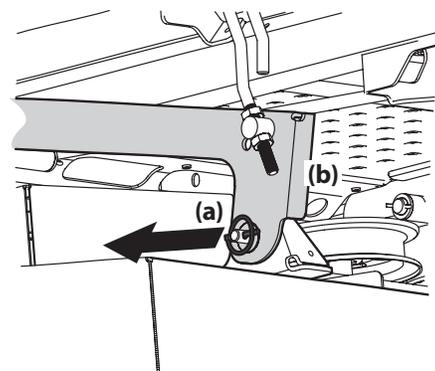

Figure 4-14
6. Repérez la goupille de déverrouillage (a) placée sur chaque côté du plateau de coupe. Retirez les goupilles de déverrouillage (a) pour dégager les deux bras de relevage (b) du plateau de coupe. Voir Figure 4-14.
5. Retirez les goupilles de déverrouillage et placez le plateau de coupe de façon à aligner les trous sur les bras de relevage avec les goupilles. Voir Figure 4-14.